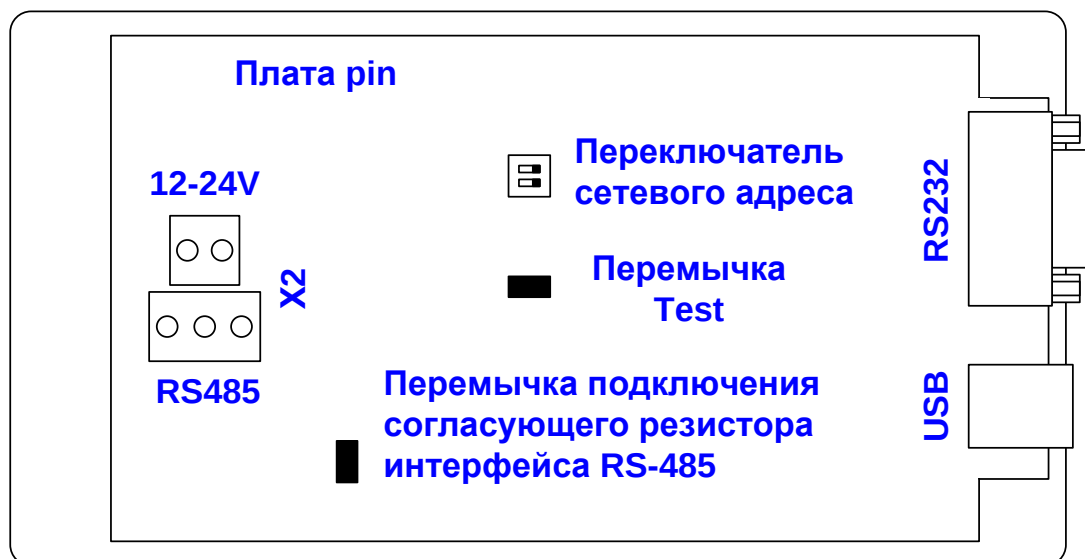

Рис. 3. Расположение внутренних элементов ПИН.
7.1. Установка ПИН может производиться как на горизонтальную, так и на вертикальную поверхность. Для установки ПИН на вертикальную поверхность необходимо снять печатную плату «Pin» (см. рисунок 3), и закрепить при помощи двух шурупов основание корпуса ПИН через места крепления, указанные на рисунке 4.
- 8.1. Адрес ПИН (№1÷4) в сети RS-485 задается в двоичном коде переключателем сетевого адреса (смотри Рис.3).